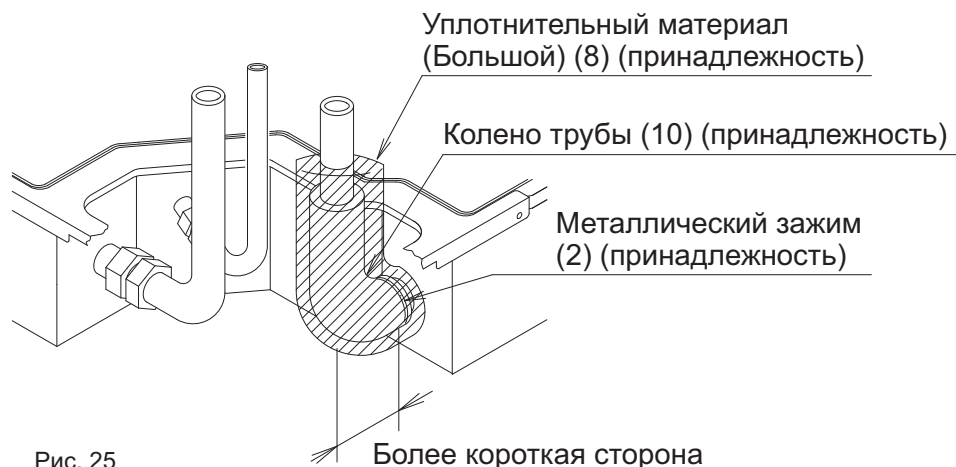

Рис. 25
- Дренажный трубопровод можно подсоединить с 3-х направлений. (См. рис. 25, 26 и 27)
(См. рис. 25, 26, 27 и 31)
4. Изолируйте металлический зажим (2), дренажный шланг (1), колено трубы (10) прикрепленным уплотнительным материалом (Большим) (8). (См. рис. 25, 26, 27 и 33)